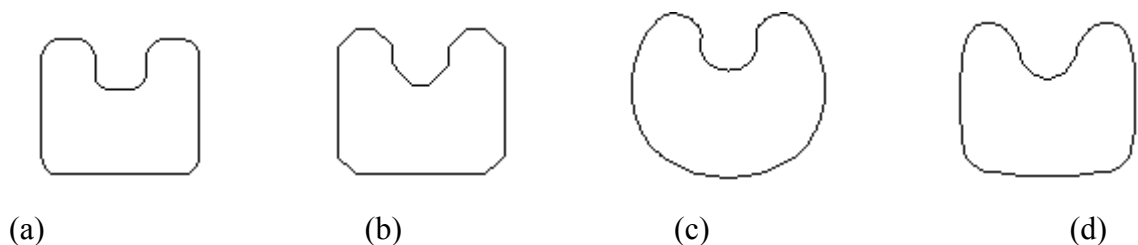

图 5-34 用 Pedit 命令编辑图所示的多段线
用 Pedit 命令编辑图 5-34 (a) 所示的多段线。操作如下:
选择编辑的多段线:	点取图 5-34 (a) 所示的多段线
(W)/撤消(U)/<退出(X)>:d	键入 D, 执行 Decurve 选项结果如图 5-34(b)所示
(W)/撤消(U)/<退出(X)>:f	键入 F, 执行拟合选项如图 5-34(c) 所示
(W)/撤消(U)/<退出(X)>:s	键入 s, 执行样条选项, 结果如图 5-34(d)所示